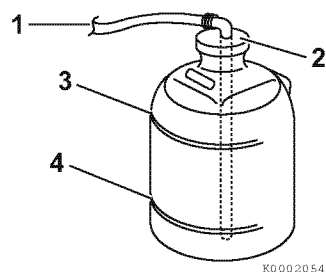

Figura 9
5. Compruebe el nivel de refrigerante del depósito de recuperación. El nivel debe encontrarse en la marca FULL (lleno) (3, **Figura 9**). Añada refrigerante si fuera necesario.
6. Retire la tapa del depósito de recuperación de refrigerante (2, **Figura 9**) para añadir refrigerante si fuera necesario. No añada agua.
8. Revise el manguito de goma (1, **Figura 9**) que conecta el depósito de recuperación de refrigerante al depósito de refrigerante o al intercambiador de calor. Cámbielo si está dañado.